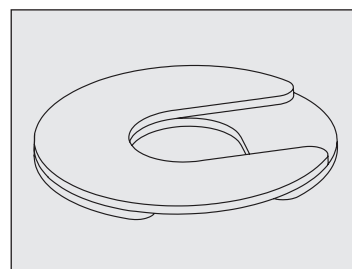

Abb. 10. Installieren Sie mehrere Unterlegscheiben mit versetzten Schlitzlöchern.
- Wenn mehr als eine Unterlegscheibe verwendet wird, stellen Sie sicher, dass die Schlitzlöcher der Unterlegscheibe versetzt sind. Siehe Abb. 10.
- Verwenden Sie **NICHT** mehr als vier (4) Unterlegscheiben an einer Laufrolle.